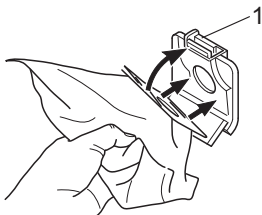

Abb. 22
7. Drücken Sie den Halte-Clip (Abb. 22/1) nach hinten und setzen Sie den neuen Staubfilterbeutel wie in (Abb. 22) gezeigt ein.